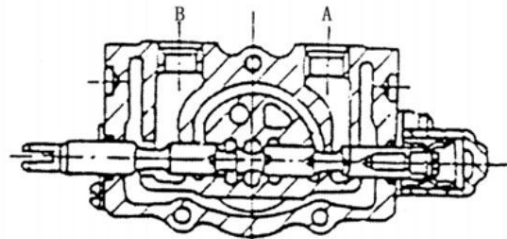

Figura 10-5
(3) Extraiga la válvula corredera (Figura 10-5)